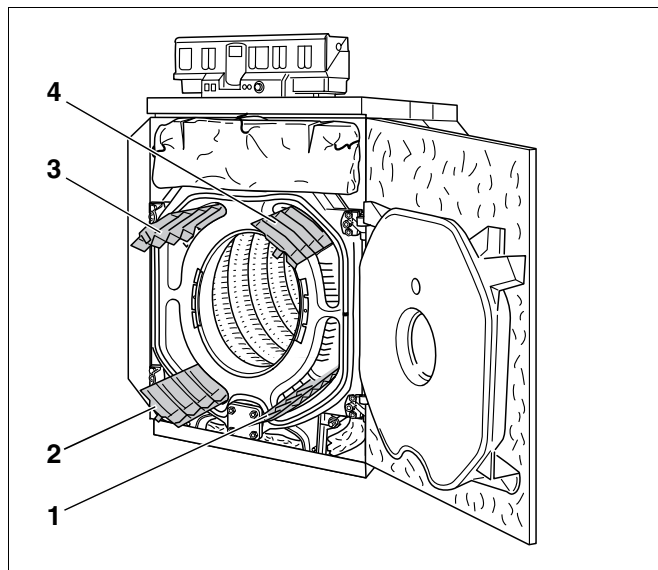

Fig. 72 Fjerning av røykgass-styreplater
- Ta røykgass-styreplatene frem og ut av røykgasskanalene (Fig. 72, **Pos. 1** til **4**).